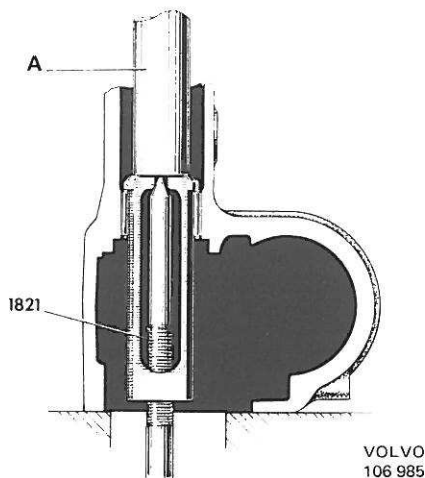
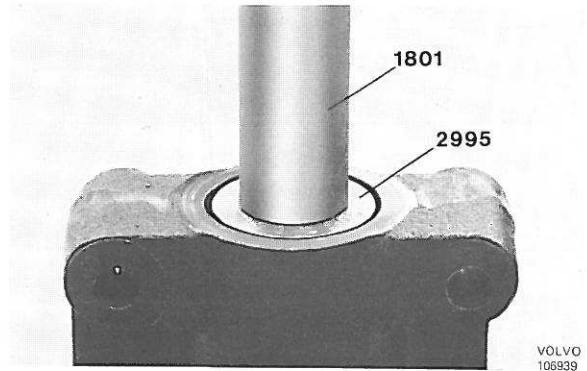

Figure 91. Démontage du roulement à aiguilles
Figure 92. Montage du roulement à aiguilles
3. Contrôler les roulements à aiguilles dans le boîtier et dans le couvercle au point de vue dégâts. Les remplacer en cas de nécessité. Pour le montage se servir de l'outil 1821 (figure 91) et pour la mise en place, se servir du mandrin 2995 et de la poignée de base 1801 (figure 92).